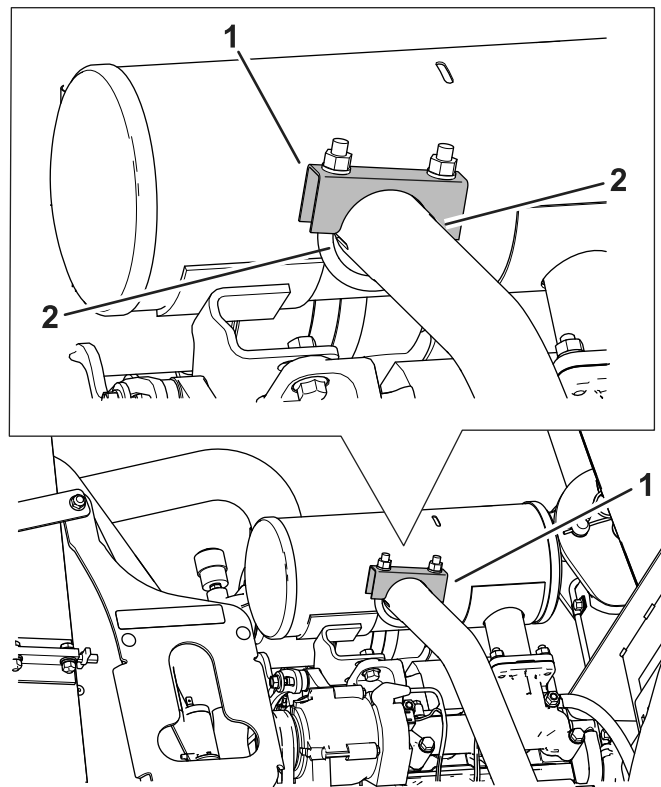

Рисунок 8
7. Совместите зажим заподлицо с концом выхлопной трубы и поверните его, как показано на Рисунок 8.
Примечание: Убедитесь в том, что зажимная поверхность расположена параллельно пазам в трубе (Рисунок 8).